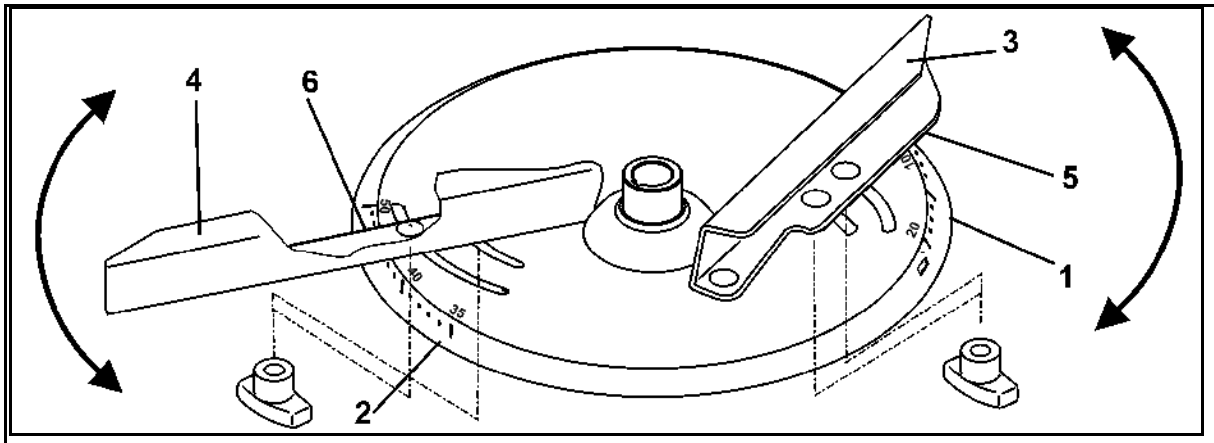

Bild 43
För en exakt, verktygslös inställning av de enskilda spridarskovelinställningarna finns det på varje spridarskovel två helt olika skalor (Bild 43/1 och Bild 43/2).
- Den kortaste spridarskoveln (Bild 43/3) är för skalan (Bild 43/1) med värden från 5 till 28 och den längre spridarskoveln (Bild 43/4) för skalan (Bild 43/2) med värden från 35 till 55.
- För den korta spridarskoveln (Bild 43/3), läs av inställningsvärdet på avläsningskanten (Bild 43/5).
- För den långa spridarskoveln (Bild 43/4), läs av inställningsvärdet på avläsningskanten (Bild 43/6).
- Att svänga spridarskoveln till ett högre talvärde på skalan (Bild 43/1 resp. Bild 43/2) ger en ökning av arbetsbredden.